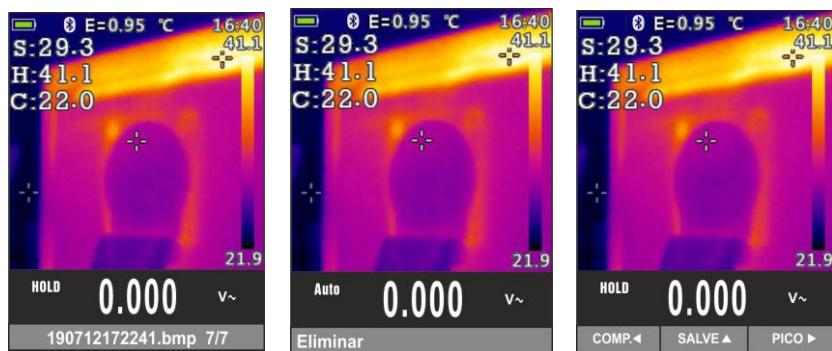

Fig. 46: Abrir e eliminar a imagem IR
- Entrar no Menu geral para rever o resultado guardado (ver Fig. 46 – parte esquerda)